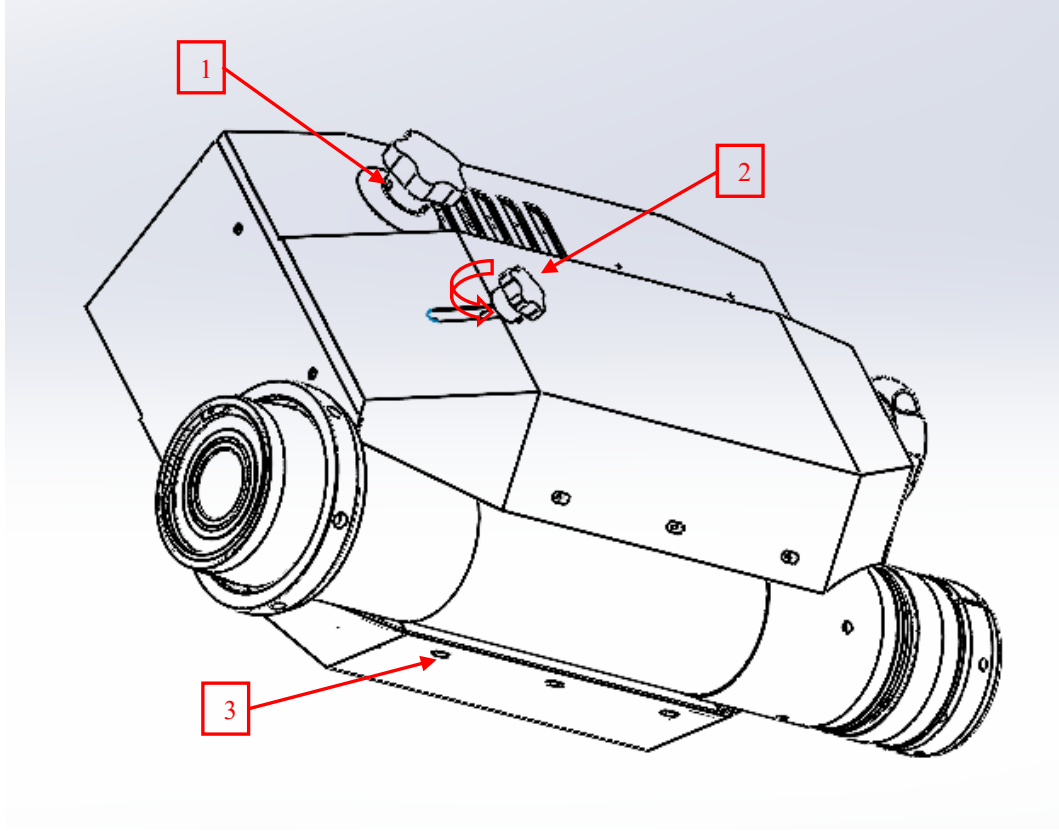

Figure 2.1
2.1.3 Figure 2.1 - position 1'de gösterilen iki kilitleme setuskurunu sökün ve vites kolunu çekip çıkarın; 2.1.4 Figure 2.1 - position 2'de gösterilen kaynak kavrama kolu topuzunu sökün; 2.1.5 Figure 2.1 - position 3'te gösterildiği gibi alt gövde sabitleme vidalarını sökün;